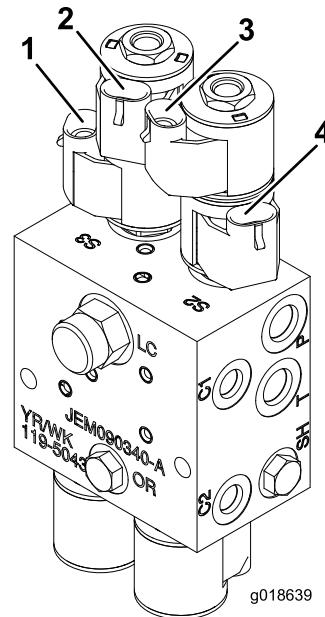

Рисунок 22
- Подсоедините разъемы «Левая стрела/вверх» и «Левая стрела/вниз» на жгуте проводки к электромагнитным клапанам на гидравлическом блоке (Рисунок 22).